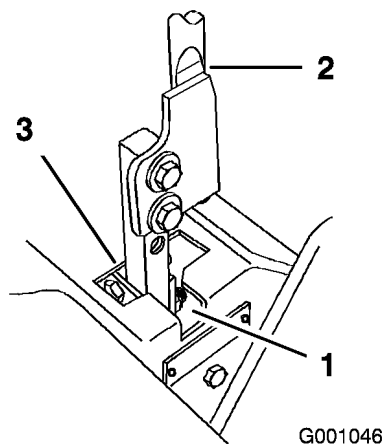

Figura 68
5. Mettete la leva in folle **senza bloccarla** (Figura 68).
tocca l'estremità dell'intaglio (inizia a premere sulla molla) (Figura 68).
7. Controllate dove si trova la leva di controllo rispetto all'intaglio nella consolle (Figura 68). Dovrebbe trovarsi al centro per poter girare verso l'esterno in posizione di folle bloccata.